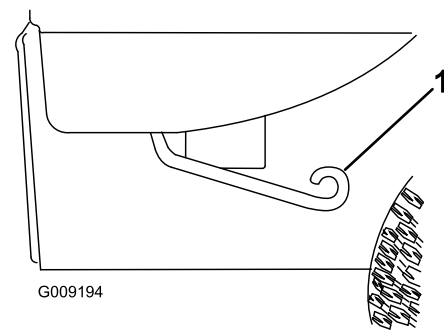

Figure 14
1. Levez le levier de chaque côté du plateau et relevez le plateau (Figure 14).